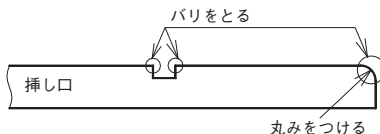

図87 挿し口のバリ取りおよび端面処理
- ③ やすりまたはグラインダ等を使用して、加工部に発生したバリを取る(図87)。